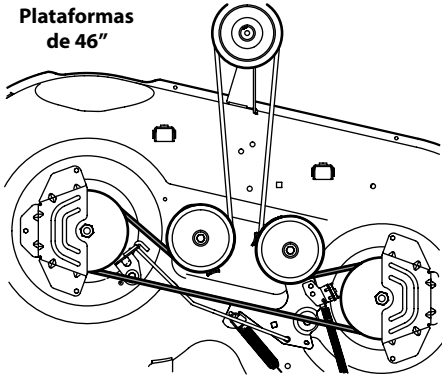
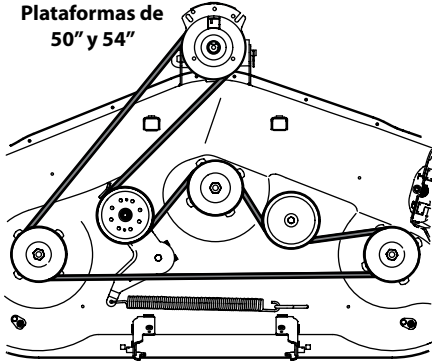

Figura 4-9
Figura 4-10
- Coloque la correa nueva como se muestra en la figura correspondiente en las páginas siguientes. Consulte Figura 4-9 para plataformas de 42", Figura 4-9 para plataformas de 46" y Figura 4-10 para plataformas de 50" y 54".